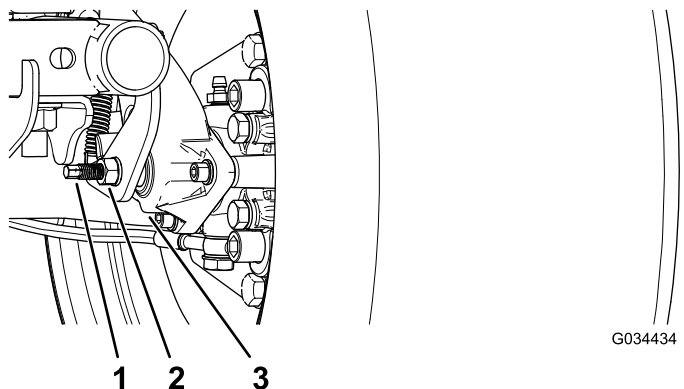

Bild 54
3. Verwenden Sie zwei Schraubenschlüssel und arretieren Sie die Strebe an der Bremsbacke mit einem Schraubenschlüssel und lösen Sie die Klemmmutter um eine Vierteldrehung mit dem anderen (Bild 54).
4. Halten Sie die Strebe zum Einstellen und die Klemmmutter fest und drehen Sie die Strebe zum Einstellen, um sie anzuziehen (Bild 54).
5. Halten Sie die Strebe zum Einstellen und die Klemmmutter fest und drehen sie um eine Vierteldrehung heraus (Bild 54).
6. Halten Sie die Strebe zum Einstellen und die Klemmmutter fest und ziehen Sie die Klemmmutter an (Bild 54).